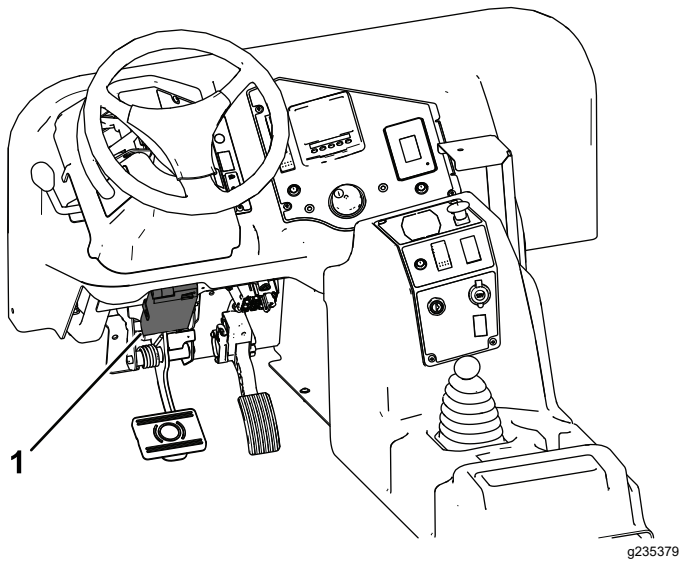

Figure 8
1. Montez le contrôleur des freins (Figure 8) en bas à gauche de la planche de bord à l'aide de 2 boulons (n° 10 x 7/8") et écrous (n° 10).